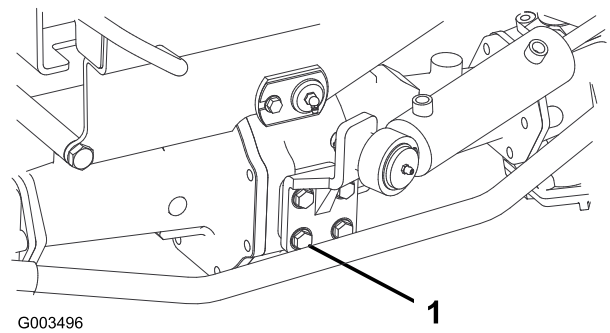

Figura 55
2. Compruebe el par de apriete de los pernos de montaje del cilindro de dirección (Figura 55). Debe estar apretado a 65–81 Nm.